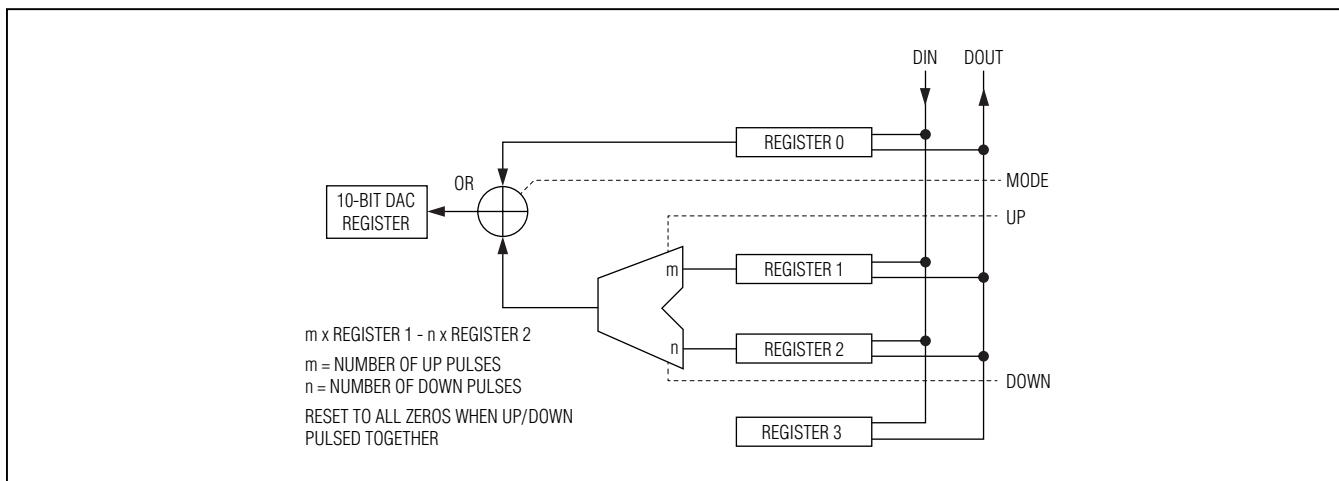
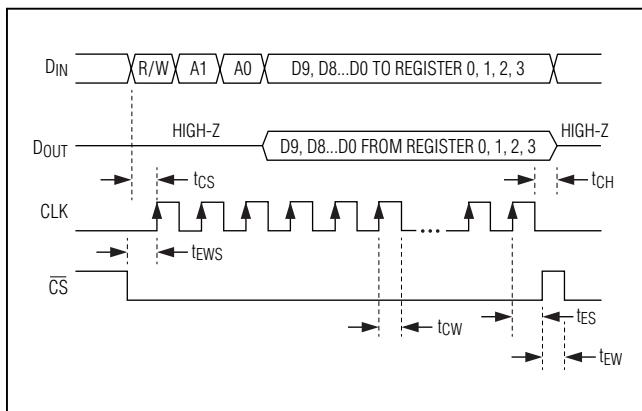

图1. 寄存器配置框图
图2. SPI时序图
图1所示为器件内部寄存器的配置，图2所示为SPI总线时序。寄存器0设置所要求的DAC码，寄存器1选择步增码，寄存器2选择步降码。
器件上电后，UP和DWN均应置0，将m和n计数器复位为0，使图1所示运算电路的输出编码为10位全0，作用到DAC驱动的10位DAC寄存器。为利用UP (DWN)引脚增大(减小)编码，DWN (UP)引脚必须为高电平，UP (DWN)引脚驱动脉冲应为低电平到高电平的跳变。器件设计在利用UP、
器件可由4线SPI兼容串行接口控制，图2所示为接口时序图。进行写操作时，CS置为低电平，通过DIN引脚将13位字装载到器件内部。该字节的第一位在写操作下为0，随后2位选择待写入的寄存器地址，参见表2，后续10位是需要写入到所选寄存器的数据。移入13位数据后，CS由低变高，将10位数据锁存到所选寄存器。如果在成功获取最后一位数据之前将CS由低拉至高电平，器件将忽略整个写命令。